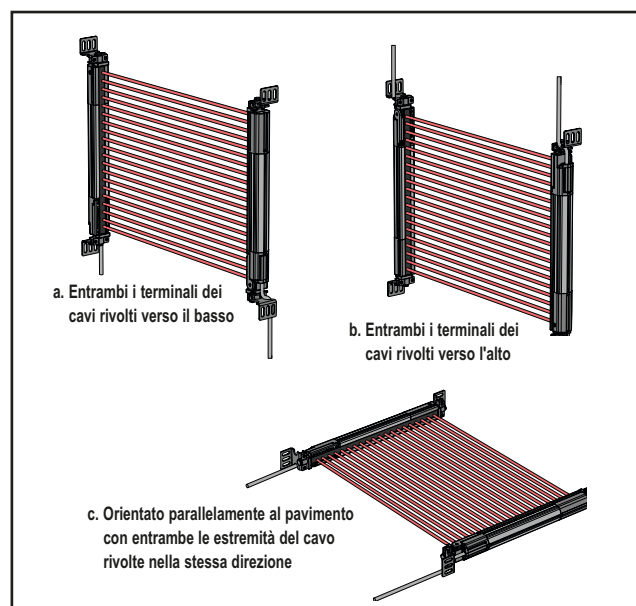
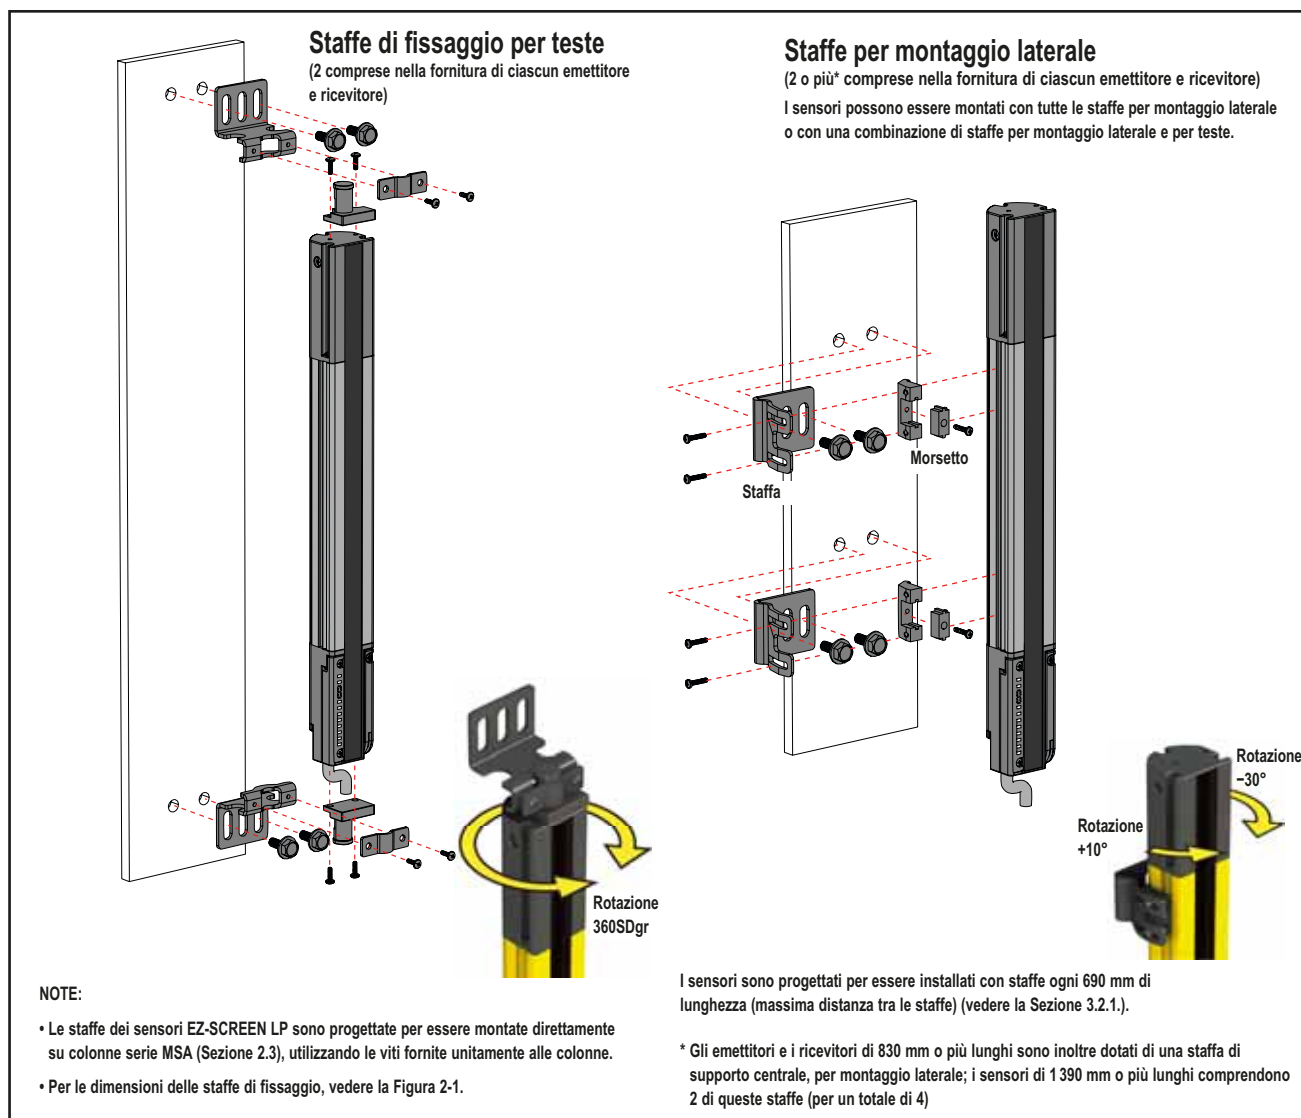

Figura 3-5. Esempio di orientamento corretto dell'emettitore e ricevitore
Figura 3-10. Viti di fissaggio dell'emettitore e del ricevitore (per maggiori informazioni, vedere l'Appendice A)
Ogni sensore è fornito unitamente a due staffe per le teste del sensore e a due staffe per montaggio laterale. Le staffe per le teste del sensore consentono una rotazione di 360°. Le staffe per montaggio laterale consentono una rotazione di 30° in una direzione e di 10° nell'altra (vedere la Figura 3-10). Le staffe per montaggio laterale possono essere installate su entrambi i lati della custodia. Se la rotazione richiesta per il sensore è superiore a quella consentita dalle staffe standard, consultare la Sezione 2.4, che riporta informazioni sulle staffe accessorie.
Le staffe centrali devono essere utilizzate con i sensori più lunghi, nel caso siano sottoposti a urti o vibrazioni. In tali situazioni, i sensori sono progettati per essere installati con staffe ogni 690 mm di lunghezza (massima distanza tra le staffe). I sensori di 830 mm o più lunghi sono forniti unitamente a una o più staffe laterali aggiuntive per il montaggio in posizione centrale (vedere la Figura 3-10).
- Da un punto di riferimento comune (che garantisca il rispetto della distanza minima di sicurezza calcolata come indicato alla Sezione 3.1.1), effettuare le misurazioni necessarie per individuare l'emettitore e il ricevitore sullo stesso piano, con i rispettivi punti centrali direttamente opposti uno all'altro. **Importante: I terminali dei connettori di entrambi i sensori devono essere rivolti nella stessa direzione** (vedere la Figura 3-5 e il riquadro Avvertenza, Sezione 3.1.4). Montare le staffe sulla superficie desiderata, utilizzando le viti e i dadi M5 forniti (o altre viti fornite dall'utilizzatore), ma senza serrare. Le staffe possono essere rivolte verso l'interno o l'esterno, a seconda delle esigenze (vedere la Figura 2-6).
1. Da un punto di riferimento comune (che garantisca il rispetto della distanza minima di sicurezza calcolata come indicato alla Sezione 3.1.1), effettuare le misurazioni necessarie per individuare l'emettitore e il ricevitore sullo stesso piano, con i rispettivi punti centrali direttamente opposti uno all'altro. **Importante: I terminali dei connettori di entrambi i sensori devono essere rivolti nella stessa direzione** (vedere la Figura 3-5 e il riquadro Avvertenza, Sezione 3.1.4). Montare le staffe di fissaggio dell'emettitore e del ricevitore sulla superficie desiderata, utilizzando le viti e i dadi M5 forniti (o le viti fornite dall'utilizzatore); vedere la Figura 3-10.